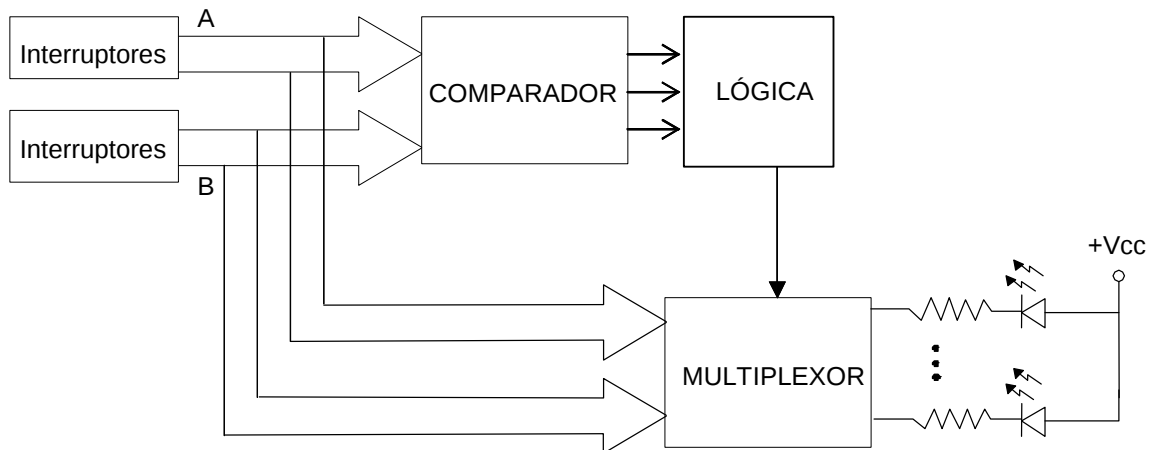

Figura 3. Diagrama de bloques del circuito que selecciona el mayor de dos números.
- a) ¿Cómo se deben conectar las salidas del comparador con la entrada *select* del multiplexor de tal forma que a la salida del éste aparezca el mayor de los números A, B? (cuadro *LÓGICA* de la Figura 3)